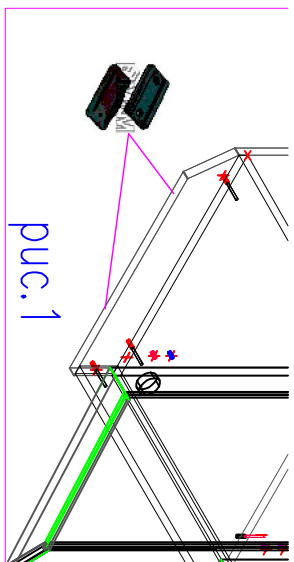

рис.1
1. На торцы деталей 1,2 согласно схемы сборки установить подпятники Ф№1(рис.1)